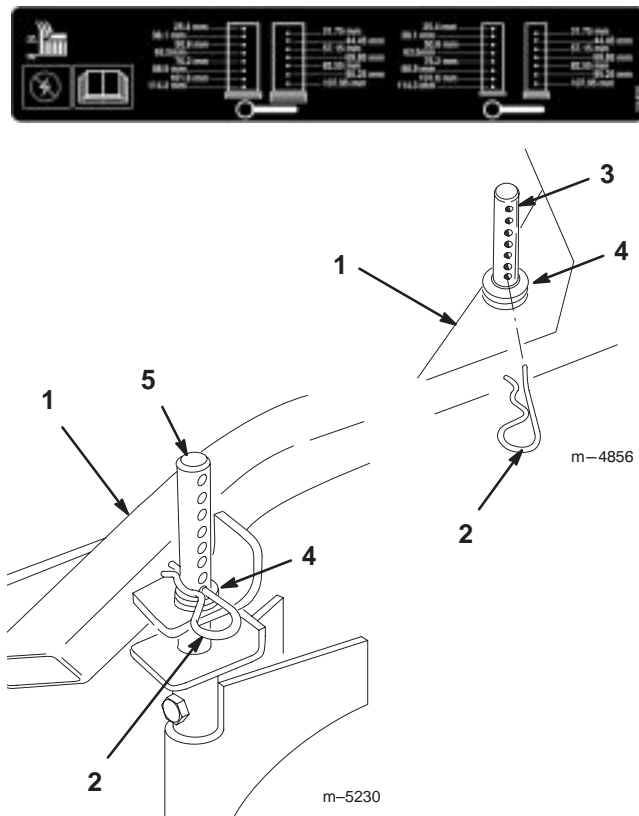

Figure 20
1. Pour changer de hauteur de coupe, retirez la goupille fendue du montant de hauteur de coupe (Fig. 20).
2. Choisissez le trou correspondant à la hauteur de coupe voulue (Fig. 20).
3. Soulevez le côté de la machine et enlevez la goupille fendue (Fig. 20).
4. Ajoutez ou enlevez des entretoises selon les besoins, alignez les trous et insérez les goupilles fendues (Fig. 20).